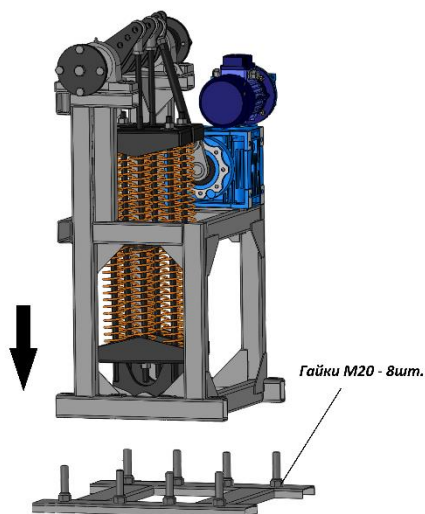

Рисунок 8
- С помощью крана или лебедки установите Раму шлагбаума на закладные элементы фундамента так, чтобы совпали закладные шпильки с крепежными отверстиями Рамы, Рис.8.